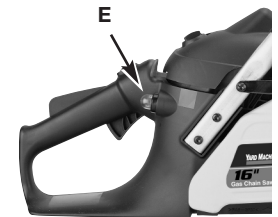

Fig. 6
6. Pulse la bomba del cebador (E) 10 veces (Fig. 6).